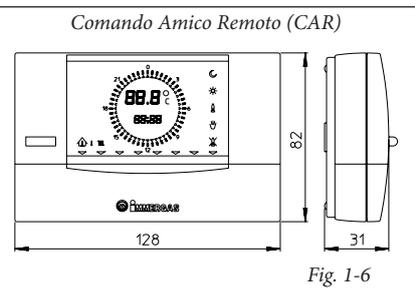
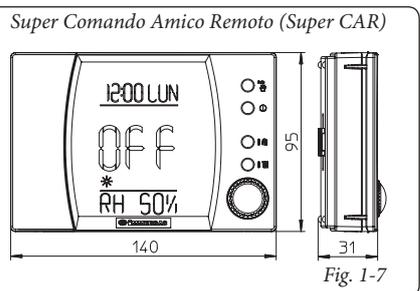

Fig. 1-6
Fig. 1-7
• Sono disponibili 2 tipologie di comandi remoti: Comando Amico Remoto (CAR) (Fig. 1-6) e Super Comando Amico Remoto (Super CAR) (Fig. 1-7) entrambi con funzionamento di cronotermostati climatici. I pannelli dei cronotermostati consentono all'utente, oltre alle funzioni illustrate al punto precedente, di avere sotto controllo e soprattutto a portata di mano, tutte le informazioni importanti relative al funzionamento dell'apparecchio e dell'impianto termico con la opportunità di intervenire comodamente sui parametri precedentemente impostati senza necessità di spostarsi sul luogo ove è installato l'apparecchio. Il pannello è dotato di autodiagnosi per visualizzare sul display eventuali anomalie di funzionamento della caldaia. Il cronotermostato climatico incorporato nel pannello remoto consente di adeguare la temperatura di mandata impianto alle effettive necessità dell'ambiente da riscaldare, in modo da ottenere il valore di temperatura ambiente desiderato con estrema precisione e quindi con evidente risparmio sul costo di gestione. Il cronotermostato è alimentato direttamente dalla caldaia tramite gli stessi 2 fili che servono per la trasmissione dati fra caldaia e cronotermostato.